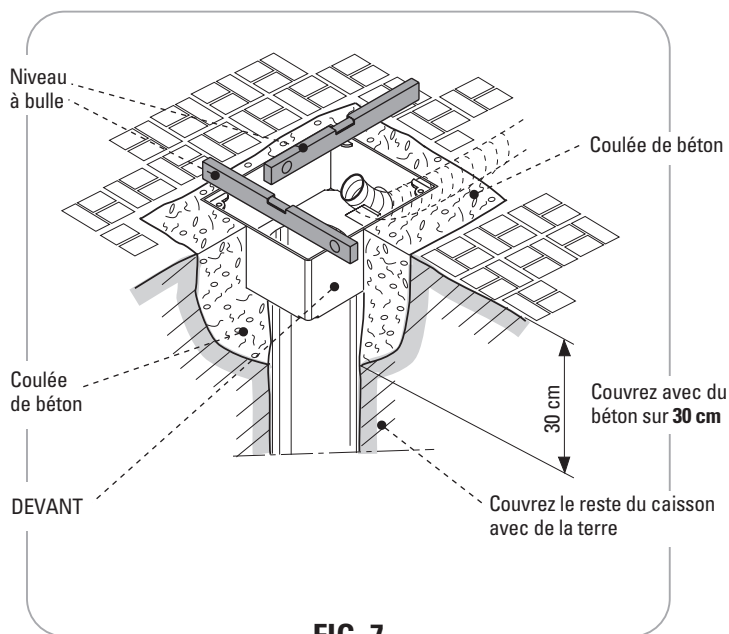

FIG. 7
- Lorsque le caisson est en place et que l'installation est achevée, l'extrémité supérieure doit se trouver à niveau du sol (Fig. 7 et Fig. 8).